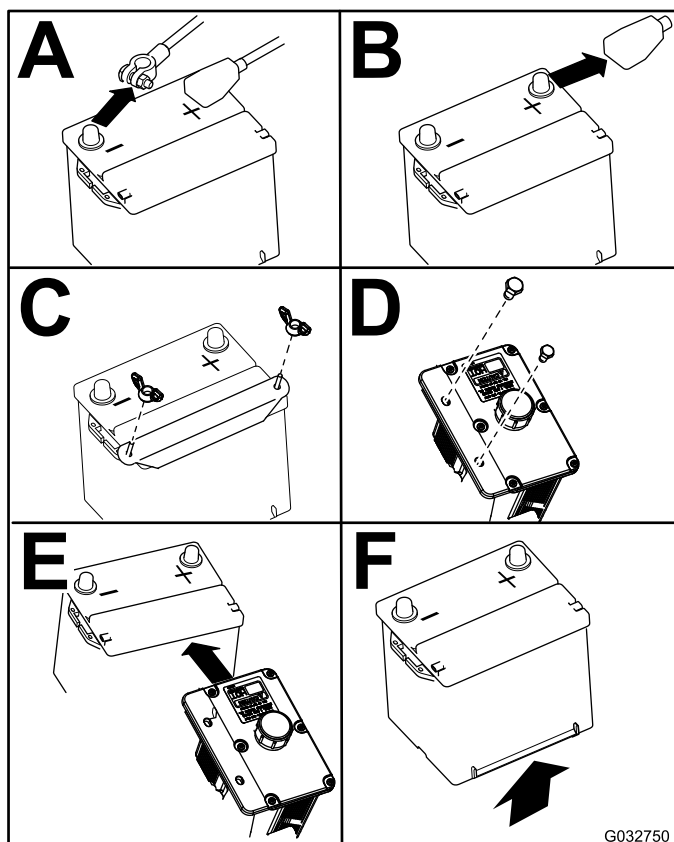

Bild 53
4. Nehmen Sie die Batterie heraus, wie in Bild 53 abgebildet.